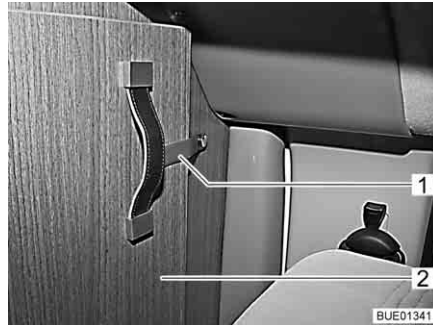

Bild 55 Sicherungsband
- Sicherungsband (Bild 55,1) vom klappbaren Teil der Fahrerhausabtrennung (Bild 55,2) lösen.